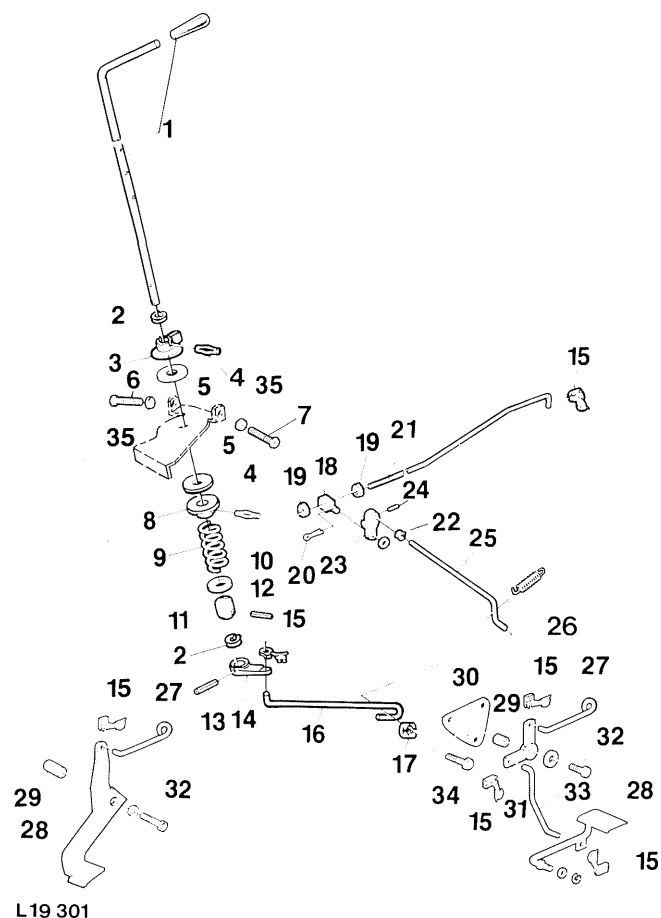

Fig. 2 — Eléments de la tringlerie d'accélération (tracteur sans cabine)
3. Séparer la tringle de liaison 16 (fig. 2) du levier de régulation 14.